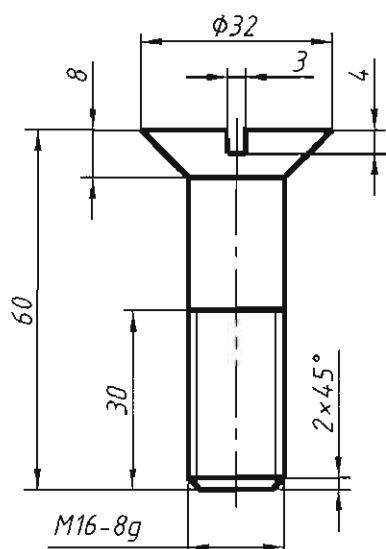

Рис. 5.6. Учебный чертеж винта
5.2.6. Начертить винт, нанести размеры (рис. 5.6).